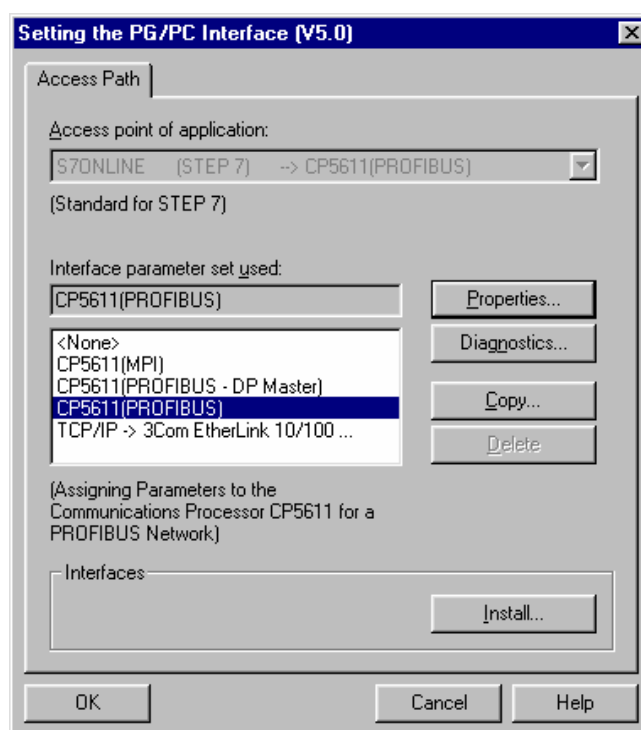

Figura 2.10 - Simatic PDM - Interface de Configuração PG/PC
- 9 - Para fornecer a comunicação *online*, é necessário configurar um *link* entre uma interface Profibus PG/PC e os equipamentos Profibus. Para este propósito, selecionar o menu *Option* no menu principal e a seguir selecionar "Set PG/PC Interface ". Veja Figura 2.10.